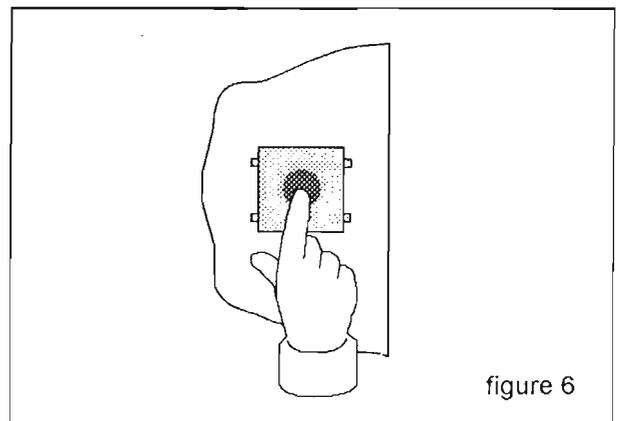

figure 6
- Presser puis relâcher le bouton poussoir de la sirène (fig.6).